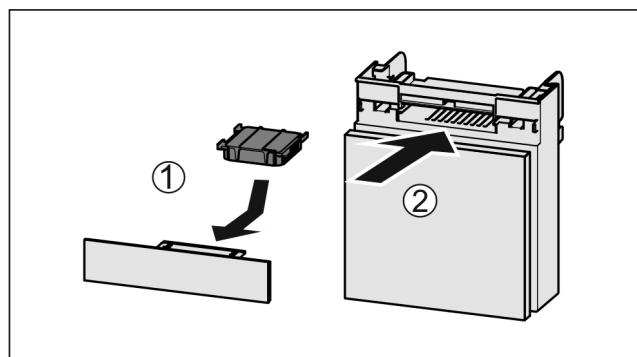

Fig. 178
- Поставете Fig. 178 (1) филтъра с активен въглен, както е показано на фигурата.
- Вкарайте Fig. 178 (2) отделението.